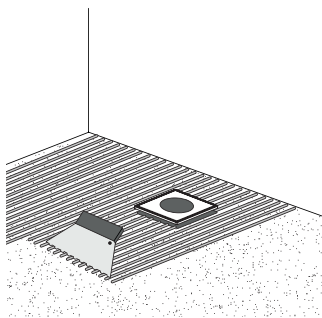

Рис. 8 / Сур-8
8. Нанесите плиточный клей согласно инструкции производителя клея (рис. 8).